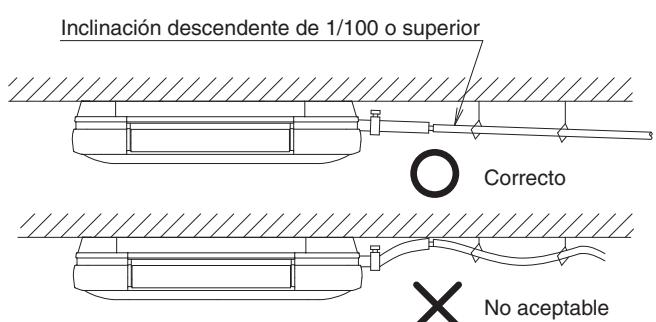

Fig. 28
- Instale la tubería de drenaje lo más corto posible con inclinación descendente de 1/100 o más y sin las que el aire puede estancarse. (**Refiérase a la Fig. 28**) (Podría causar sonidos anormales, como por ejemplo burbujeo)